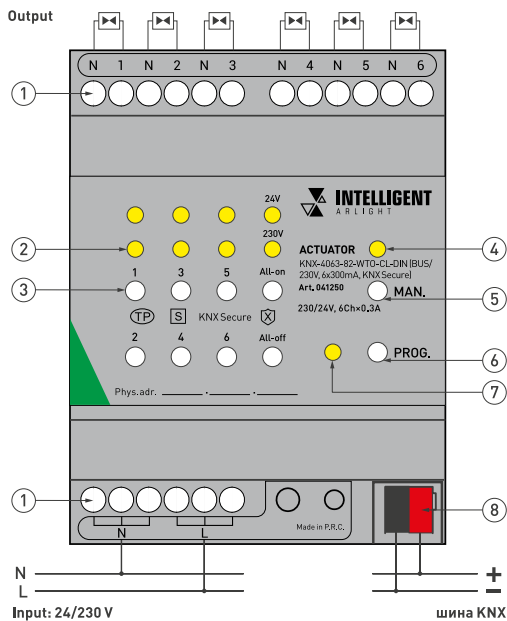

Рис. 1.
- 3.3. Подключите шину данных KNX [красный и черный провода в кабеле KNX] к соответствующим клеммным колодкам, соблюдая полярность и цвета проводов, затем подключите силовые клеммы в соответствии с проектом, см. рис. 1.